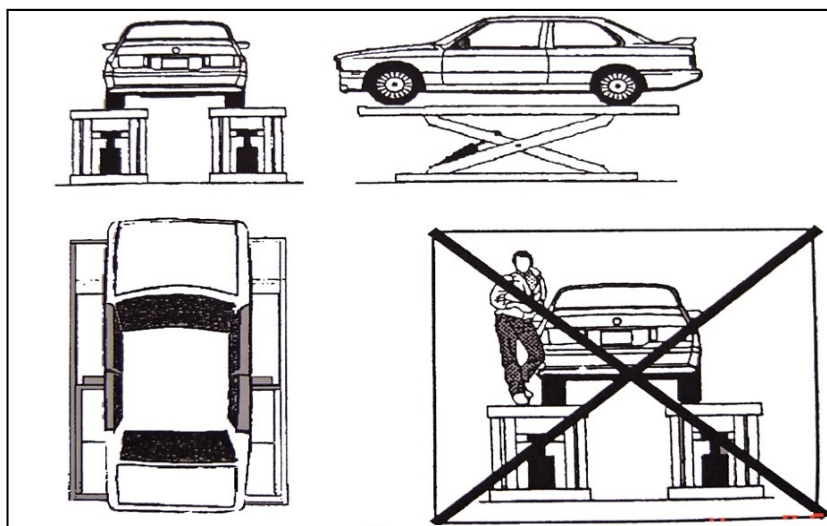

Figura 7
- Certifique-se de que o veículo está corretamente posicionado. (Figura 7).
- Certifique-se de que não existem pessoas nas plataformas durante os movimentos de subida e descida e durante a posição de pé (Figura 7).